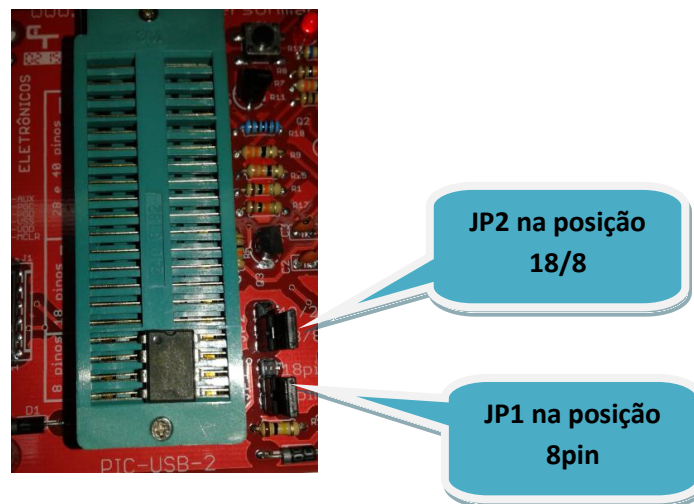

Figura 6
- A figura 6 mostra um microcontrolador de 8 pinos inserido, devendo então o jumper JP2 ser posicionado para 18/8, e o jumper JP1 na posição 8pin.